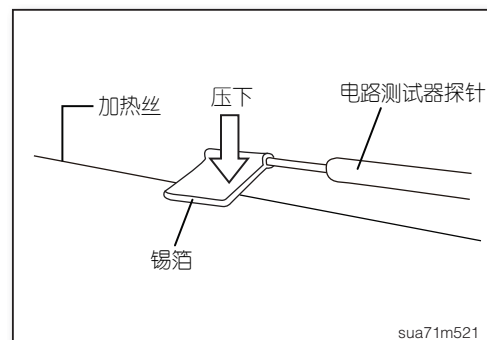

图9
1. 测量电压时，用锡箔缠绕电路测试器探针顶端。然后用手指将锡箔与加热丝压牢(如图9)。